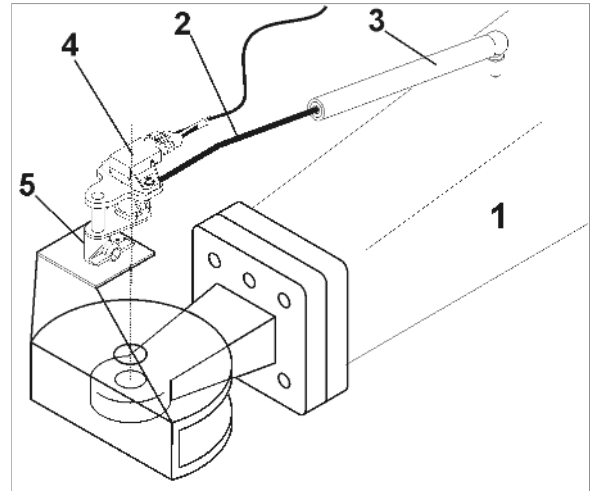

Fig. 45
Die TrailTron-Nachlauf-Steuerung zum automatischen, nahezu spurgetreuen Nachlauf erfasst die Winkellages der Deichsel (Fig. 45/1) zur Fahrtrichtung des Traktors.
1. Winkelstange (Fig. 45/2) in Kunststoffbuchse (Fig. 45/3) stecken.
2. Drehwinkelgeber (Fig. 45/4) in die Aufnahme (Fig. 45/5) stecken.